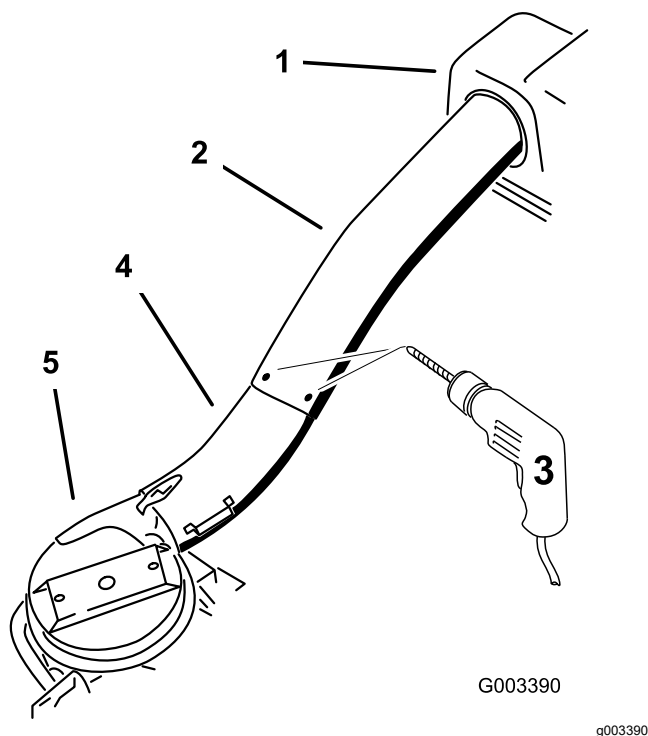

Bild 27
9. Verwenden Sie die drei Löcher oder Vertiefungen im oberen Rohr als Schablone und bohren drei Löcher (Durchmesser von 7/32") an der Stelle, an der das obere und untere Rohr verbunden sind (Bild 27).